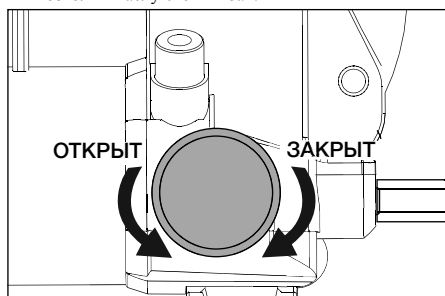

Рисунок 8 – выпускной клапан (все модели, кроме P-84).
1. Закройте выпускной клапан поворотом ручки по часовой стрелке до упора. См. рисунок 8.